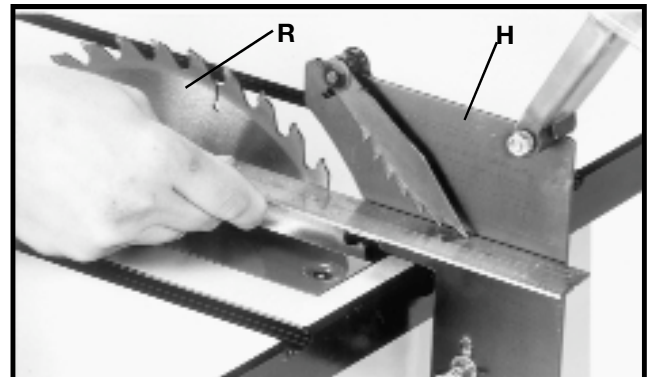

Fig. 16
9. Con un borde recto, verifique si el hendedor (H) Fig. 16, está alineado a la hoja de la sierra (R). Si fuera necesario realizar un ajuste, el hendedor (H) se puede rotar y mover hacia la izquierda o la derecha.